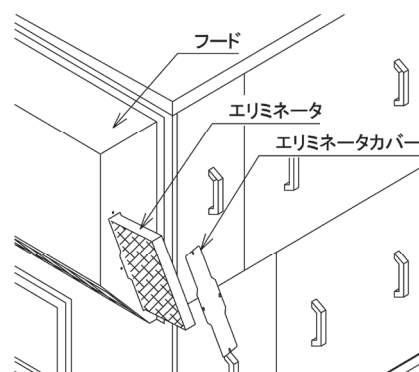

図2-16 エリミネータ
- ・フードに組付けているエリミネータカバーを取り外すことで機外から取り外すことができます。(図2-16参照)